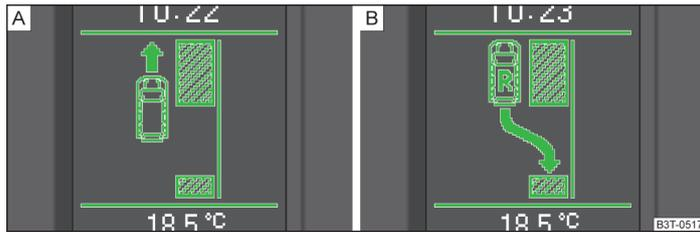

Abb. 122 Informationsdisplay: Parklücke erkannt mit dem Hinweis weiter vorzufahren A und für das Einlegen des Rückwärtsgangs B
- › Wenn der Parklenkassistent eine geeignete Parklücke erkannt hat, wird die Parklücke im Informationsdisplay angezeigt » Abb. 122 - A.
- › Noch weiter vorfahren, bis die Anzeige » Abb. 122 - B erscheint.